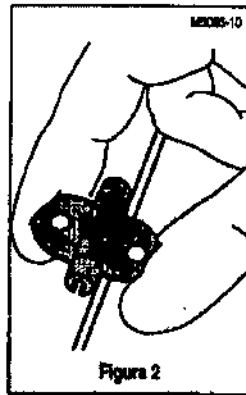

Figura 2
- 10. coloque el punto de sutura optativo sobre el catéter abriendo las aletas y colocándolo sobre el catéter (ver figura 2).